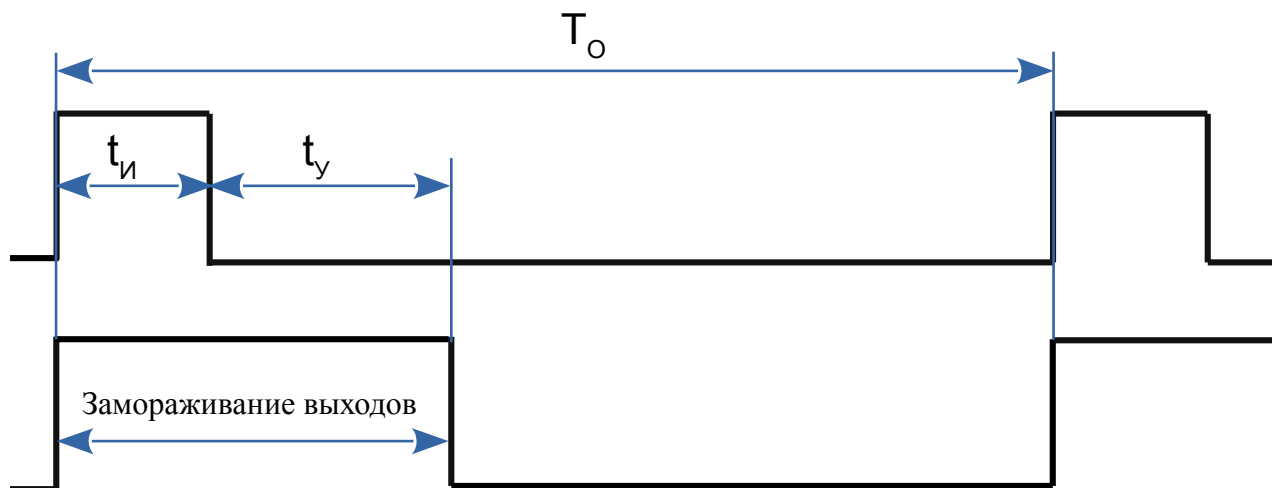

Рисунок 20 - Временные диаграммы, поясняющие работу анализатора в режиме автоочистки
3.3.6.2 Автоматическая очистка (автоочистка) обеспечивает формирование временных интервалов (Рисунок 20), значения которых задаёт пользователь: